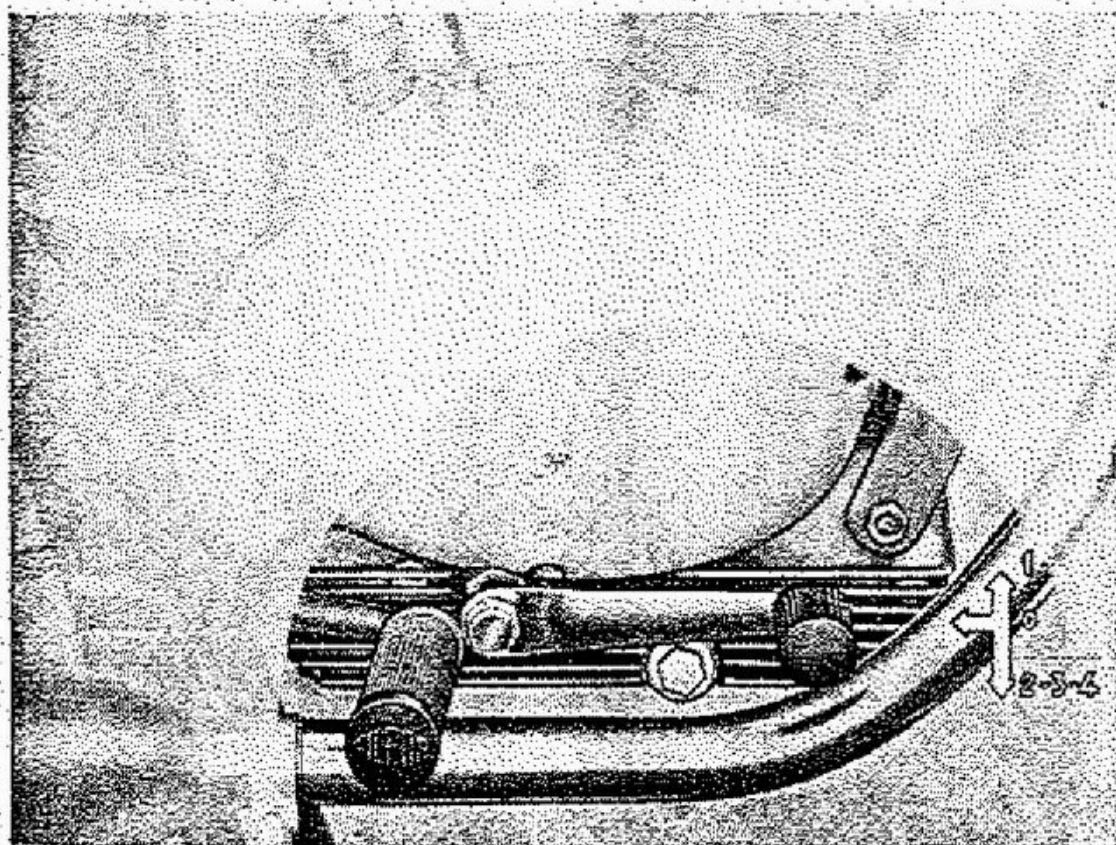

Fig. 12
Tirare a fondo la leva della frizione, spingere in alto il pedale del cambio onde passare dalla posizione di folle (0) a quella di 1^a velocità (vedi fig. 12), indi abbandonare